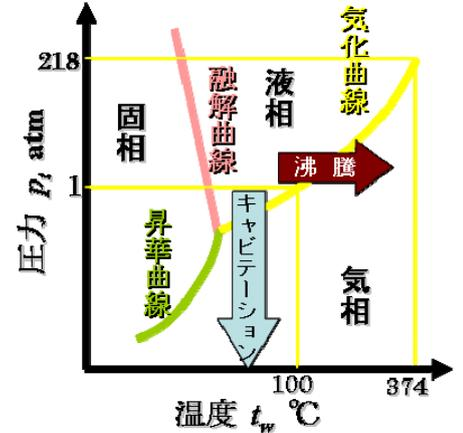

図1 水の状態図
**キャビテーション**とは、速度の増大に伴い、圧力が低下し、液体の飽和蒸気圧まで圧力が減少した結果、液体が気体(気泡)になる現象です。温度上昇による気体への相変化は沸騰と呼びますが、速度の増大に伴う圧力の低下による気体への相変化をキャビテーションと呼びます(図1参照)。速度の低下(圧力の回復)時に気体が液体に戻る際(図2参照)、断熱圧縮により気泡内部が高温・高圧(数千°C, 数万気圧)になります。従来キャビテーションは、実験的にも数値解析的にも図3に示すような単一気泡が主として扱われてきましたが、祖山は、キャビテーションについて研究する中で、単一気泡ではなく、微細な気泡が列なった群列気泡(図4参照)の方がキャビテーションが強力であることを明らかにしました。なおキャビテーションは気泡の圧潰時に衝撃力を生じ、流体機械に致命的損傷を与える害悪ですが、逆転発想的研究により、キャビテーションの有効利用を図っています。